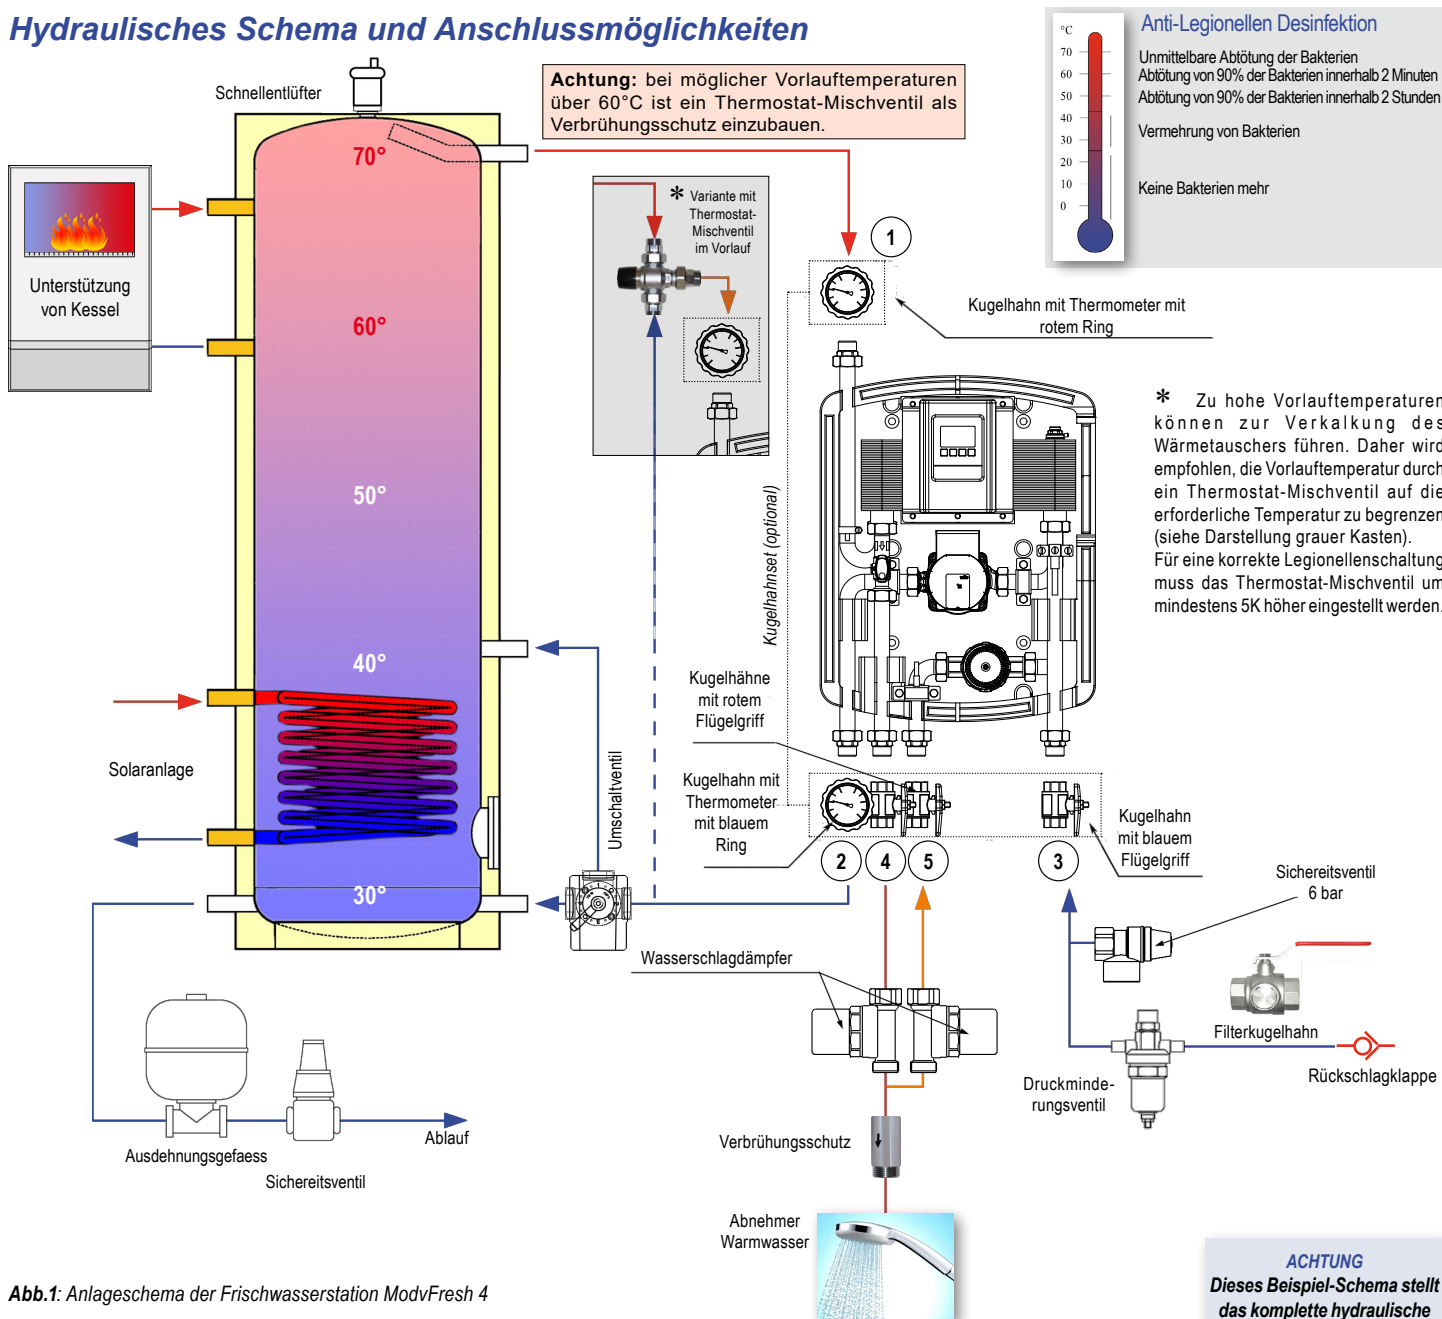

Abb.1: Anlagenschema der Frischwasserstation ModvFresh 4
- ✓ Den Ventilsatz (optional) montieren laut Darstellung bei *Abb. 1*;